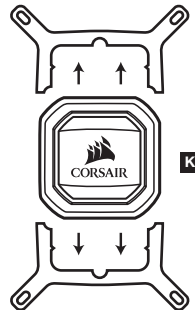

figure 1
**[PL]** > Zdemonuj przymocowany uchwyt montażowy Intel (rysunek 1).
**[RU]** > Отсоедините встроенный монтажный кронштейн Intel (рис. 1).
**[CN]** > 拆下 Intel 安装支架 (图1)。